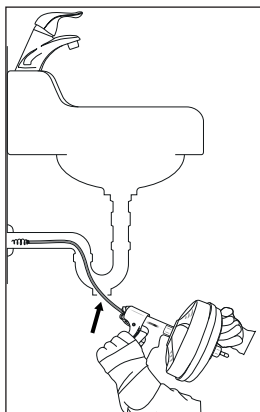

Abb. 1
- Bei anderen Waschbecken muss eventuell ein Reinigungsstopfen oder ein Siphon entfernt werden (siehe Abb. 1). Stellen Sie unbedingt einen Behälter unter die Reinigungsöffnung oder unter den Siphon, um auslaufendes Wasser aufzufangen.